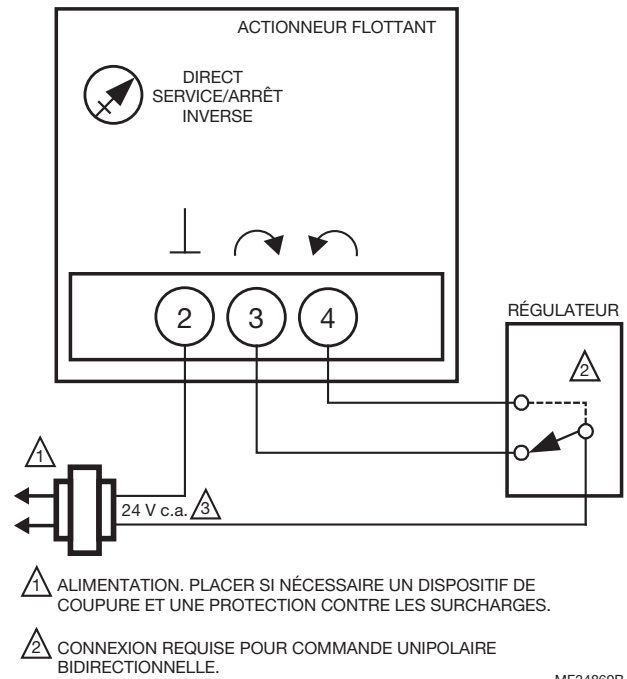

Fig. 6. MN6105 avec commande SPDT marche/arrêt.
2. Câbler l'actionneur en consultant les Figures 6 à 29 pour l'application requise.